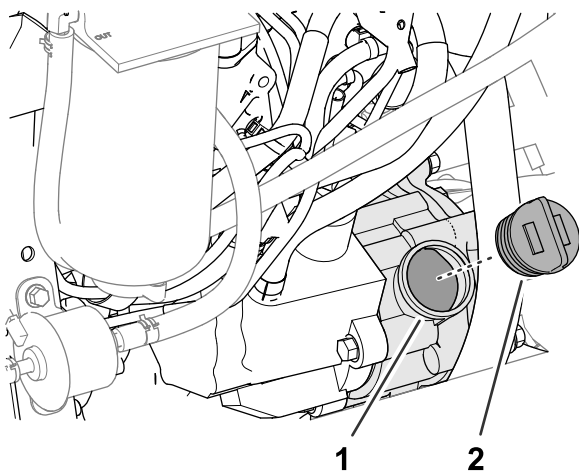

図 124
5. オイルの量が不足している場合は、補給口のキャップ図 124 を取り、ディップスティックで油量を確認しながら少しずつ、FULL マークまで補給する。